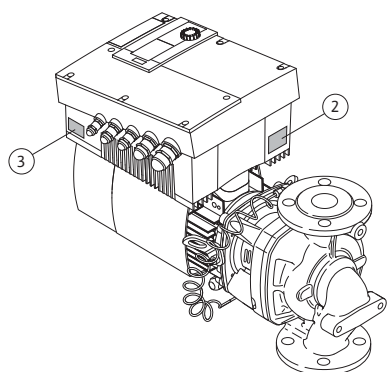

Fig.12: Rozmieszczenie tabliczek znamionowych:
- Tabliczka znamionowa napędu znajduje się na module elektronicznym po stronie przepustów kablowych (rys. 12, poz. 3). Podłączenie elektryczne musi być zgodne z danymi na tabliczce znamionowej napędu.